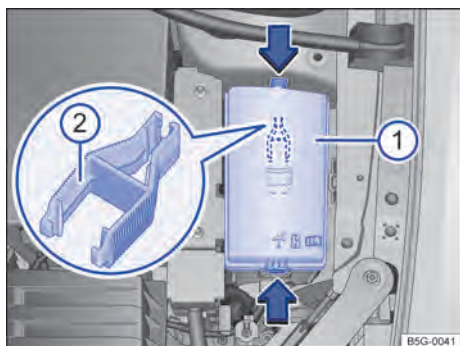

Fig. 135 En el vano motor: cubierta ① de la caja de fusibles con útil de agarre de plástico ②.
- Presionar los bloqueos en el sentido de la flecha → **fig. 135 ①**, para desbloquear la cubierta de la caja de fusibles.
En el lado interno de la cubierta de la caja de fusibles en el vano motor puede haber un útil de agarre de plástico → **fig. 135 ②** para sacar los fusibles.